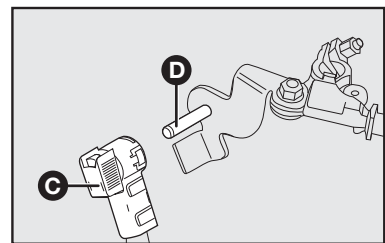

fig. 20
- Remova o engate rápido **C-fig. 20** do falso polo negativo **D-fig. 20**.